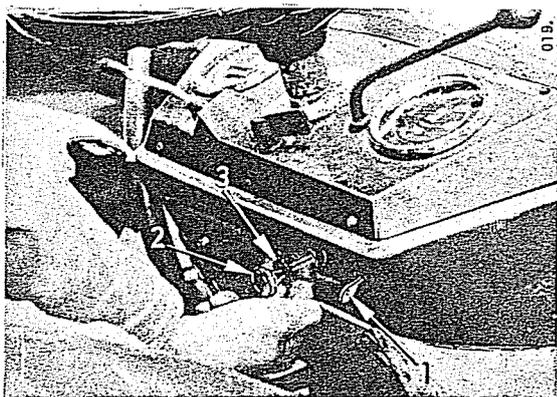

Fig. 11
- Tournez la clé du commutateur (1, Fig. 11) en position 1. Les lampes-témoin de contrôle de charge, de pression d'huile moteur et d'amplificateur (si cet équipement existe) doivent s'allumer.
- Tirez le bouton de réchauffage-démarrage jusqu'à ce qu'une résistance soit ressentie et maintenez-le dans cette position (3) pendant 15 à 20 secondes en condition d'utilisation normale ou quelques secondes de plus si la température extérieure est plus froide.